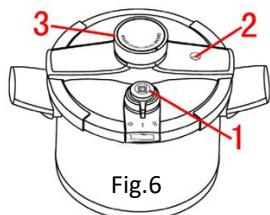

Fig. 6
### ※ En utilisant nos produits pour se sentir à l'aise, nous avons conçu et équipé plusieurs appareils pour la sécurité. (Fig. 6)
2. Le réglage multi-appareils garantit le fonctionnement normal de l'autocuiseur. (Fig. 6)